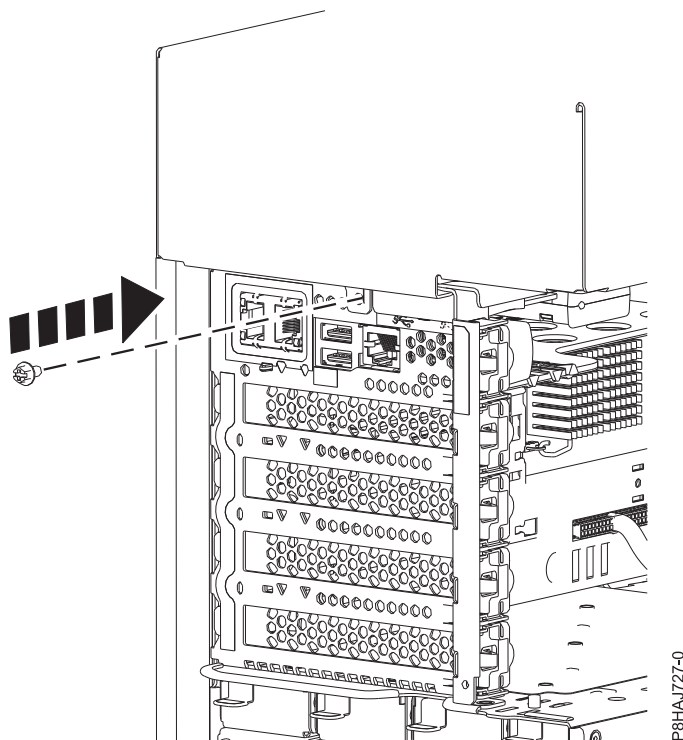

Figura 26. Instalar o parafuso da tampa lateral de 8286-41A
5. Instale o parafuso da tampa lateral com uma chave de fendas Phillips, conforme demonstrado em Figura 26 na página 44.